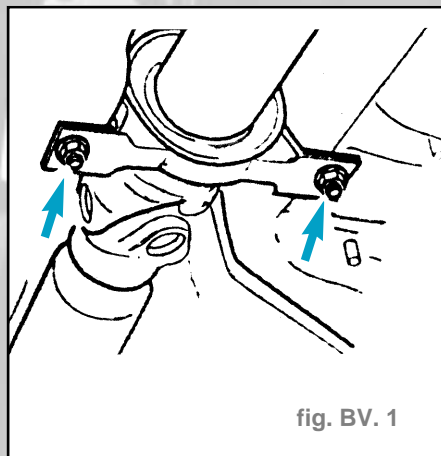

fig. BV. 1
- Dévisser les écrous du palier central d'arbre de transmission (fig. BV. 1).